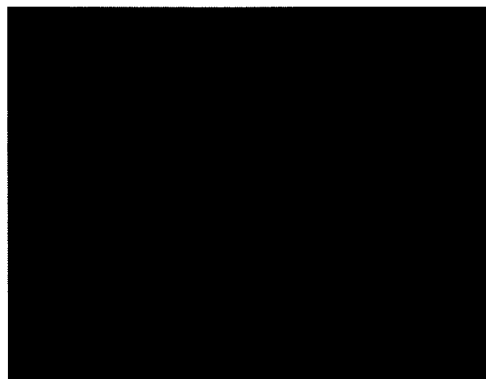

Figura 35
2. Vacíe el depósito de recuperación usando la manguera flexible de drenaje. Para ello desatornille la perilla y saque el tapón (consulte la figura 35).